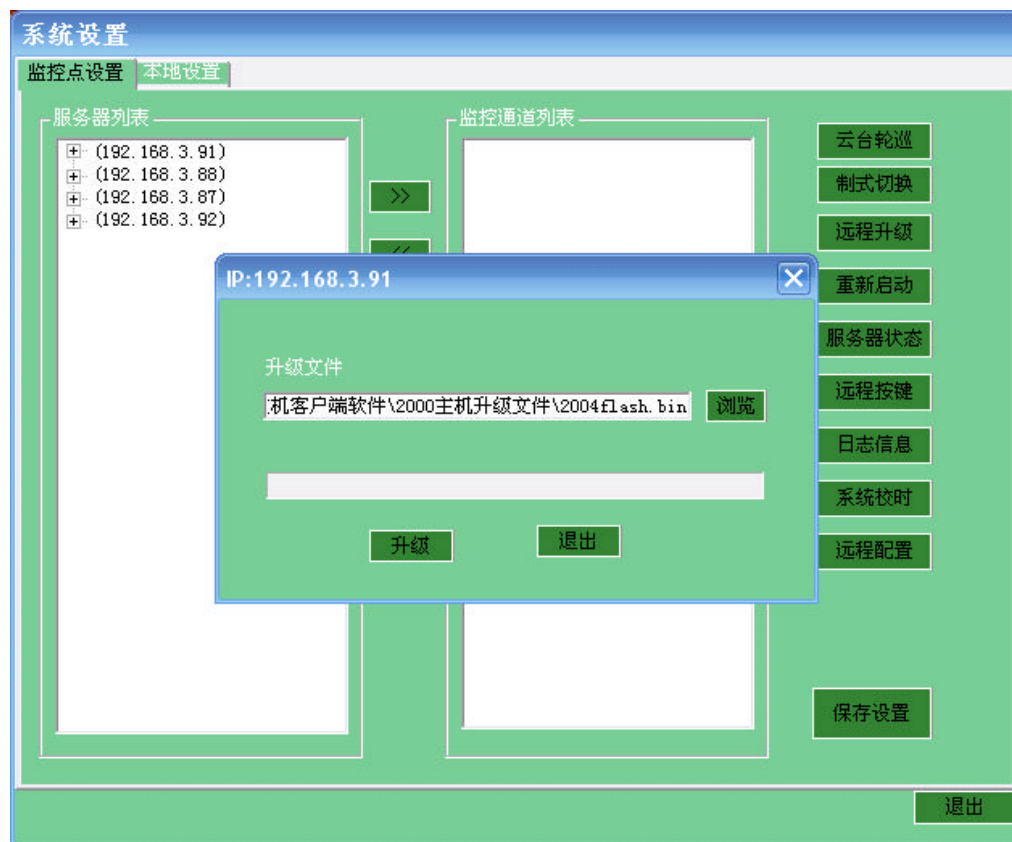

图 3.6.1 远程升级
3. 若服务器列表有多台机器，则必须先选中要升级的机器然后再点“远程升级”，进入升级界面，点击“浏览”选择需要升级的升级文件，如图 3.6.1；